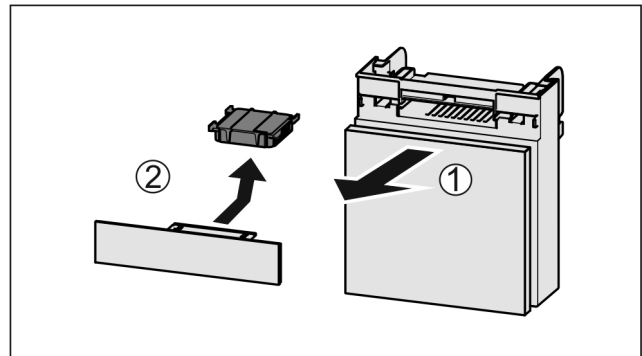

Fig. 62
- ▶ Lade vanaf de voorkant eruit trekken Fig. 62 (1).
- ▶ Actiefkoolfilter verwijderen Fig. 62 (2).